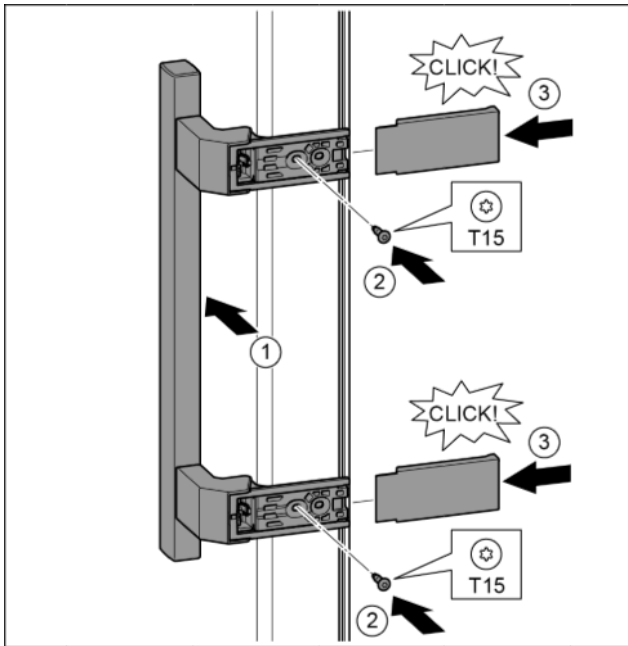

Fig. 15
- ▶ Poser la poignée sur le côté opposé. Fig. 15 (1)
- ▶ Serrer les vis avec un tournevis T15. Fig. 15 (2)
- ▶ Mettre en place les caches latéralement et les enfiler. Fig. 15 (3)